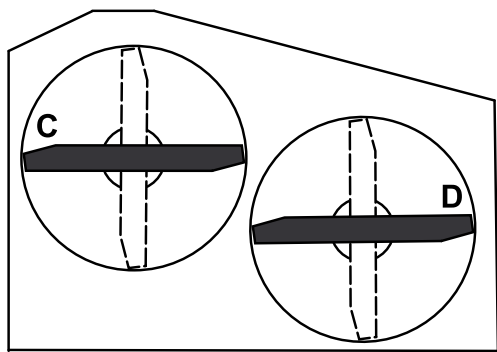

Figura 60
3. Misurate ai punti **C** e **D** da una superficie piana fino al tagliente della punta della lama (Figura 60).